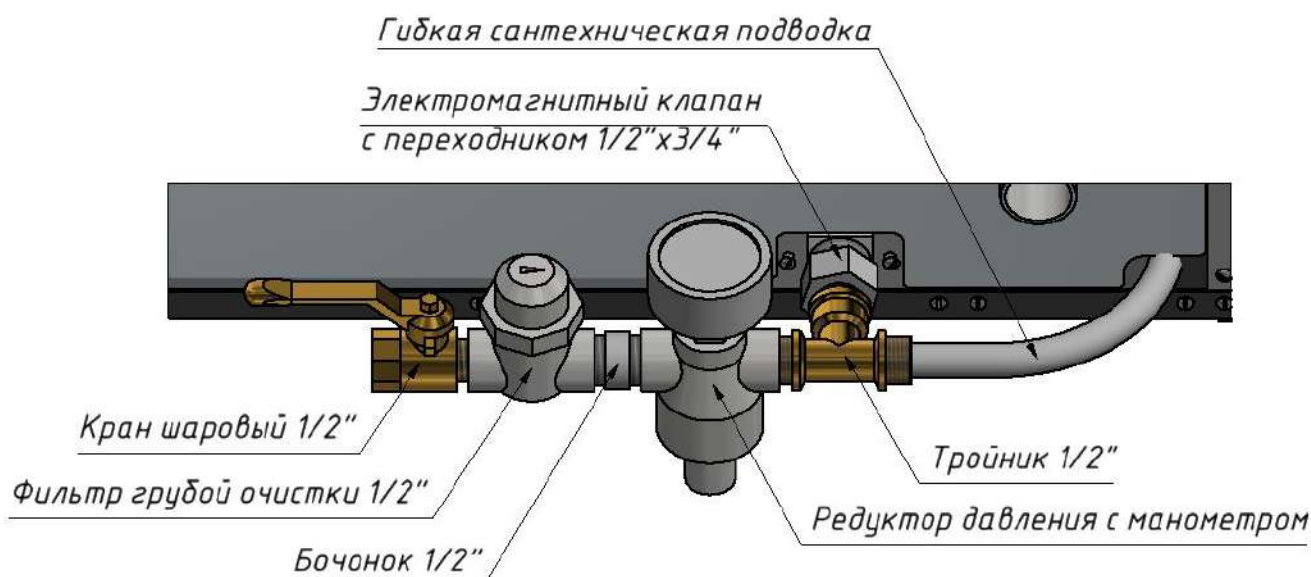

Рис.5
2.5. Подключение к водопроводной сети производится согласно схеме (Рис. 5) специалистом по сантехнике.
7.11. Собрать из комплектующих (Таблица 2) и установить на оборудование систему подвода воды в соответствии со схемой, указанной на Рис.5.